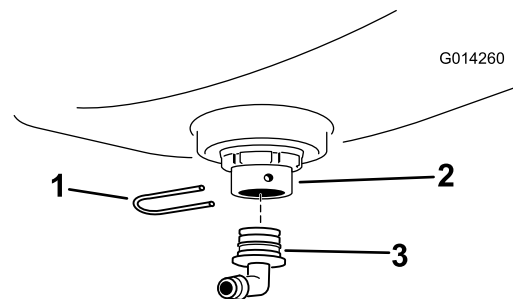

Figura 12
- G. Instalați un fiting inelat de 90 de grade pe fitingul plăcii despăritoare și fixați fitingul inelat cu un opritor (Figura 12).